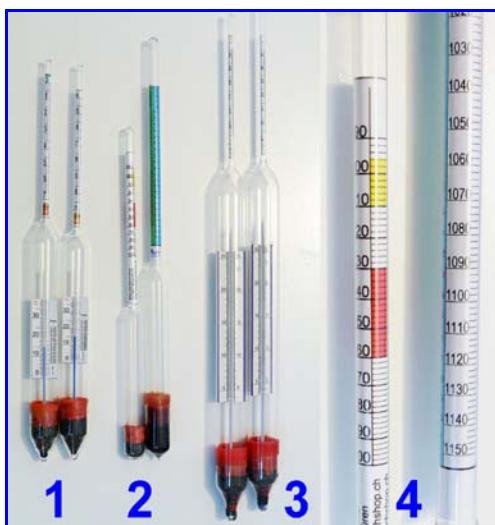

Abb. 10. Bierspindeln zur Extraktgehaltsbestimmung.
- **Messung:** geeignete Bierspindel wählen (vgl. Abb. 10), in gefüllten Messzylinder vorsichtig leicht drehend eintauchen lassen und